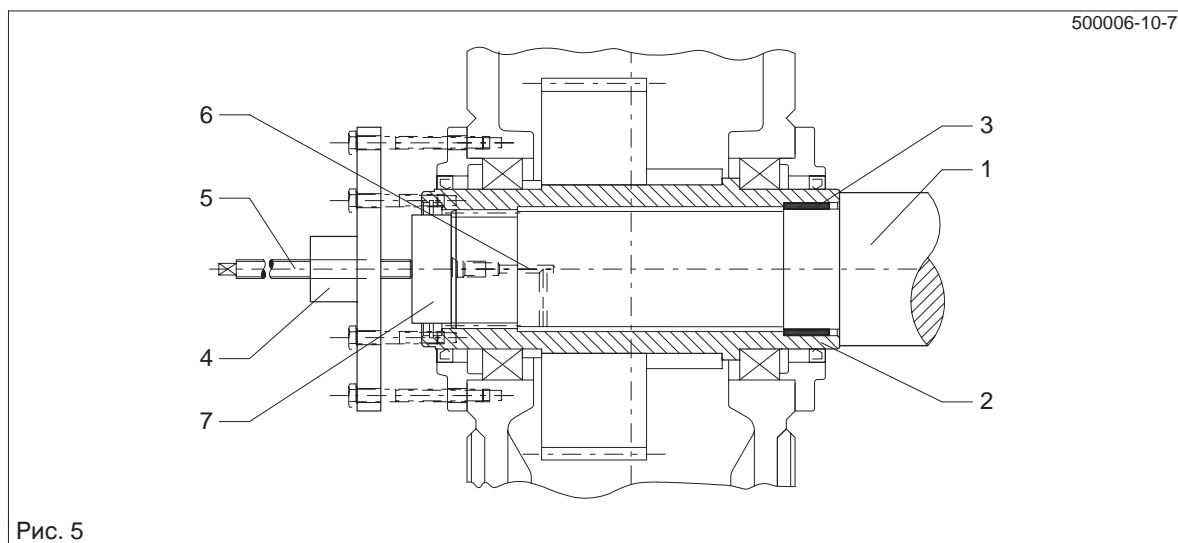
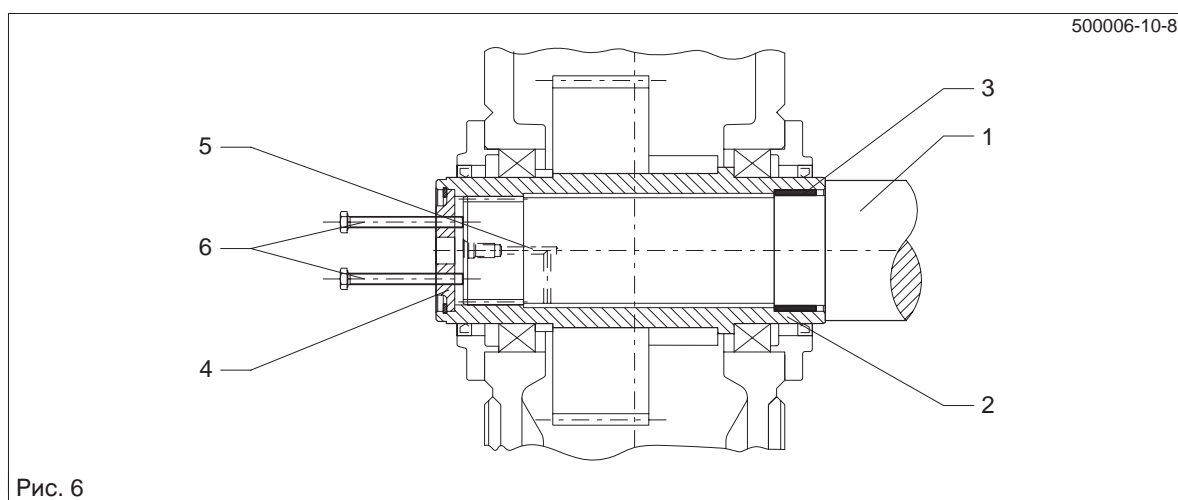

Рис. 5
Рис. 6
- При образовании ржавчины на посадочных плоскостях для облегчения снятия передачи насосом закачать под давлением растворитель ржавчины в пустое пространство сверленного отверстия, чтобы он попал на посадочное место. Подача растворителя ржавчины осуществляется через сверленные отверстия в машинном валу (см. рис. 5) или в концевом диске (см. рис. 6).
- Отжатие передачи от машинного вала может быть выполнено по возможности на месте при помощи отжимного винта на концевом диске (см. рис. 6), центральным ходовым винтом или, предпочтительнее всего, гидравлическим агрегатом Лукаса.
- После достаточного действия растворителя снять передачу при помощи устройства согласно рис. 5 или рис. 6.
Если при этом, как показано на рис. 5, опора не только на полый вал, но и имеется дополнительное объединение с кожухом, силы отжима не должны превышать значений, приведенных в приведенной ниже таблице.